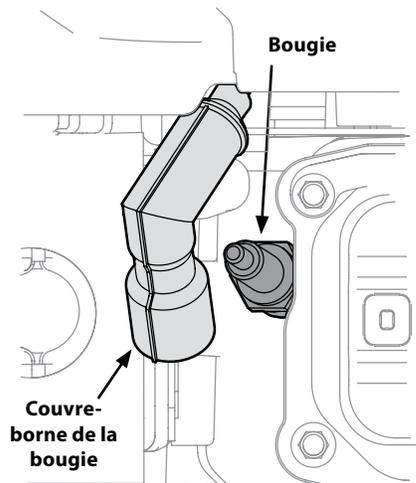

Figure 6-3
1. Enlevez le couvre-borne de la bougie et retirez la bougie avec une clé à bougie. Voir Figure 6-3.